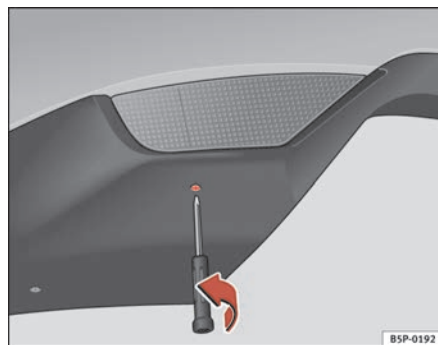

Fig. 188 Piloto montado en parachoques desde una vista inferior
- Introduzca el destornillador con punta de estrella en el agujero de la parte inferior del piloto y desensrosque el tornillo en el sentido de la flecha ⇒ fig. 188.